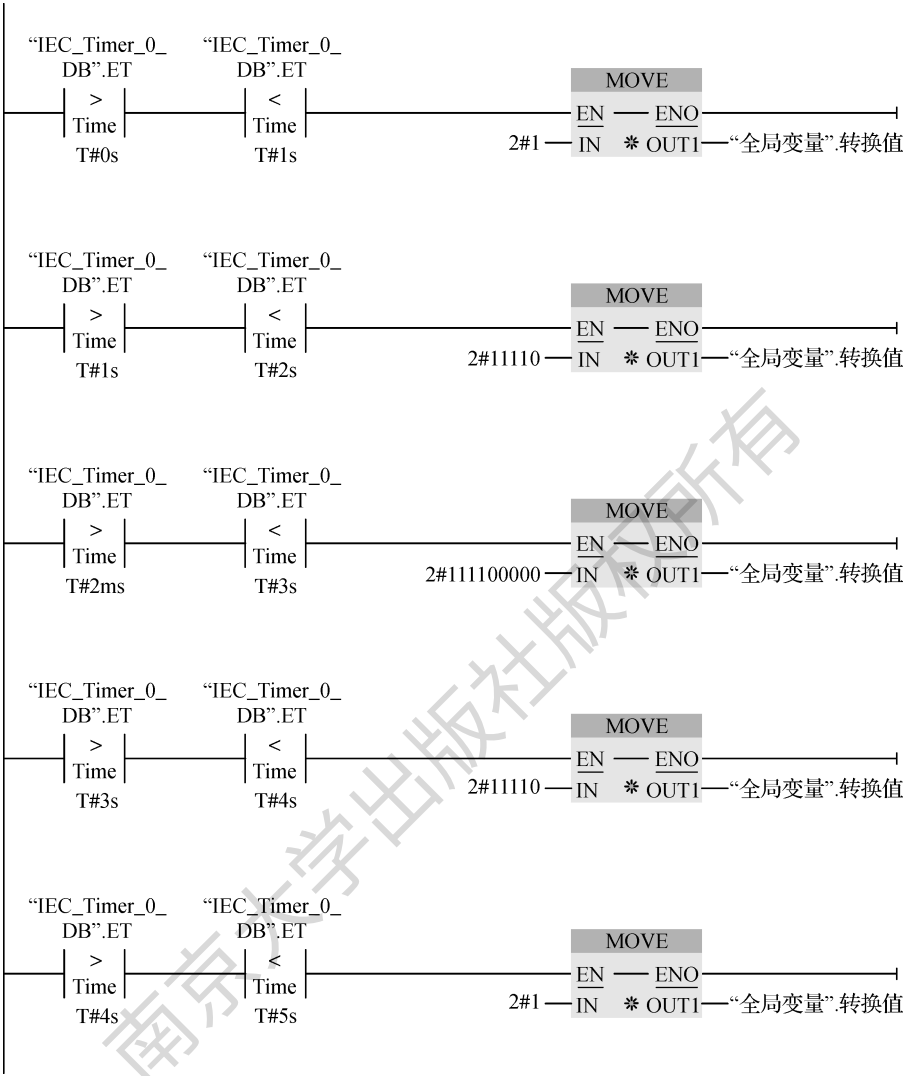

图 3-4 程序段 2
(2) 程序段 2: 设置在每个时间段内将二进制的数值赋值给转换值, 如图 3-4 所示。